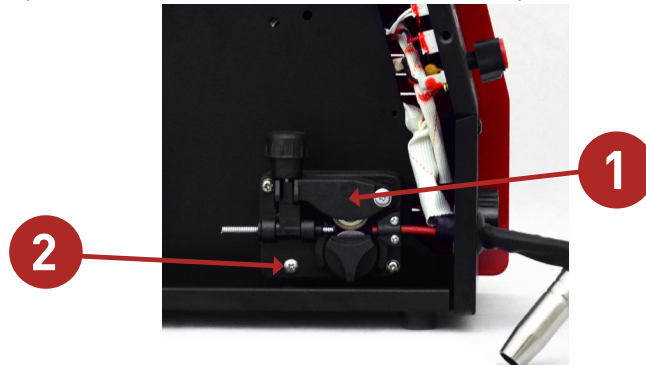

Fig. 1
- » Abra o braço de pressão, **Peça 1, Fig. 1;**
- » Abra o braço da roldana superior, **Peça 2, Fig. 1;**